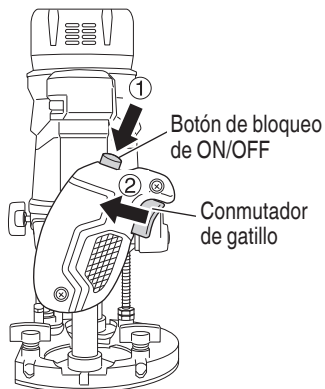

Fig. 26
Este producto está equipado con un botón de bloqueo de ON/OFF para prevenir el accionamiento indeseado del interruptor. Para activar la herramienta, ① pulse el botón de bloqueo de ON/OFF y ② deslice el conmutador de gatillo. (Fig. 26)